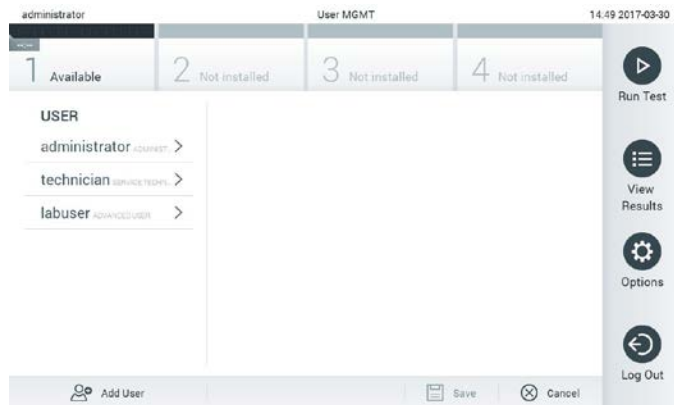

Abbildung 51: Bildschirm User Management (Benutzerverwaltung)
1. Drücken Sie auf die Schaltfläche Options (Optionen) und dann auf die Schaltfläche User Management (Benutzerverwaltung), um Benutzer zu konfigurieren. Im Inhaltsbereich der Anzeige wird der Bildschirm User Management (Benutzerverwaltung) angezeigt (Abbildung 51).